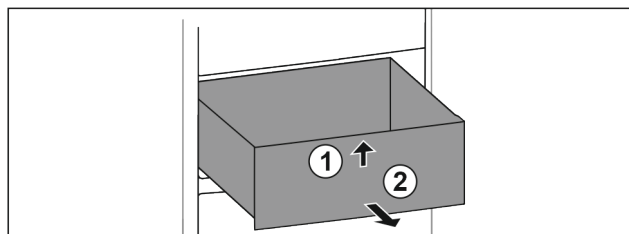

Fig. 68
- ▶ Nadzvedněte zásuvku vpředu. Fig. 68 (1)
- ▶ Vyjměte zásuvku dopředu. Fig. 68 (2)